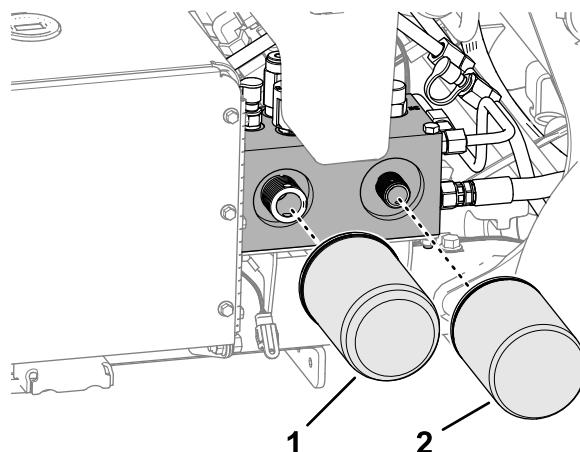

**Figura 169**
4. Retire a vareta do tubo de enchimento e limpe-a com um pano limpo. Introduza a vareta no tubo de enchimento, retire-a e verifique o nível do fluido. O nível de fluido deverá encontrar-se entre as marcas da vareta (Figura 169).